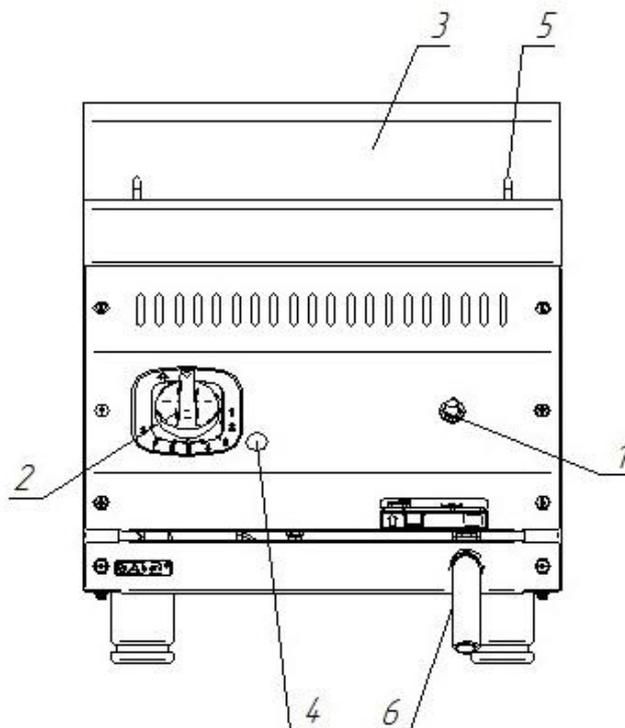

Рис. 1. Газовый мармит
4.1 Устройство газового мармита показано на рис. 1.
Для слива воды с ванны предусмотрен сливной патрубок 6 (см. рис. 1) находящийся спереди на лицевой панели.
Нажмите на ручку крана-термостата и поверните ее против часовой стрелки, установив символ искры зажигания напротив метки на панели управления (рис.2а). Нажав до упора, произведите поджог газа, выходящего из запальной горелки (пилота) духовки, для чего нажмите на кнопку пьезорозжига. Удерживайте ручку крана-термостата в течение не менее 15 секунд, после чего отпустите. После проведения вышеуказанных операций необходимо проконтролировать наличие горения газа, для чего необходимо посмотреть в смотровое окно 4 (рис.1), в котором можно наблюдать наличие пламени. Пламя должно быть устойчивым. Если пламя не горит, повторите операцию.
Разожгите основную горелку мармита. Поверните ручку крана-термостата против часовой стрелки к символу «1» (рис. 2б). Дождитесь разогрева и перехода основной горелки на минимальное пламя. Снимите ручку крана поз.2 (рис.1), после чего открутите или закрутите регулировочный винт сбоку от крана настолько, чтобы получить равномерное малое пламя. Установите ручку крана на место и проверьте устойчивость пламени горелки (при повороте ручки управления из положения «8» в положение «1», пламя не должно погаснуть). Заводская настройка для природного газа: регулировочный винт полностью закручен в направлении часовой стрелки и отвинчен на 34 градуса. Для регулировки минимального уровня при использовании сжиженного газа регулировочный винт необходимо полностью завинтить в направлении часовой стрелки.